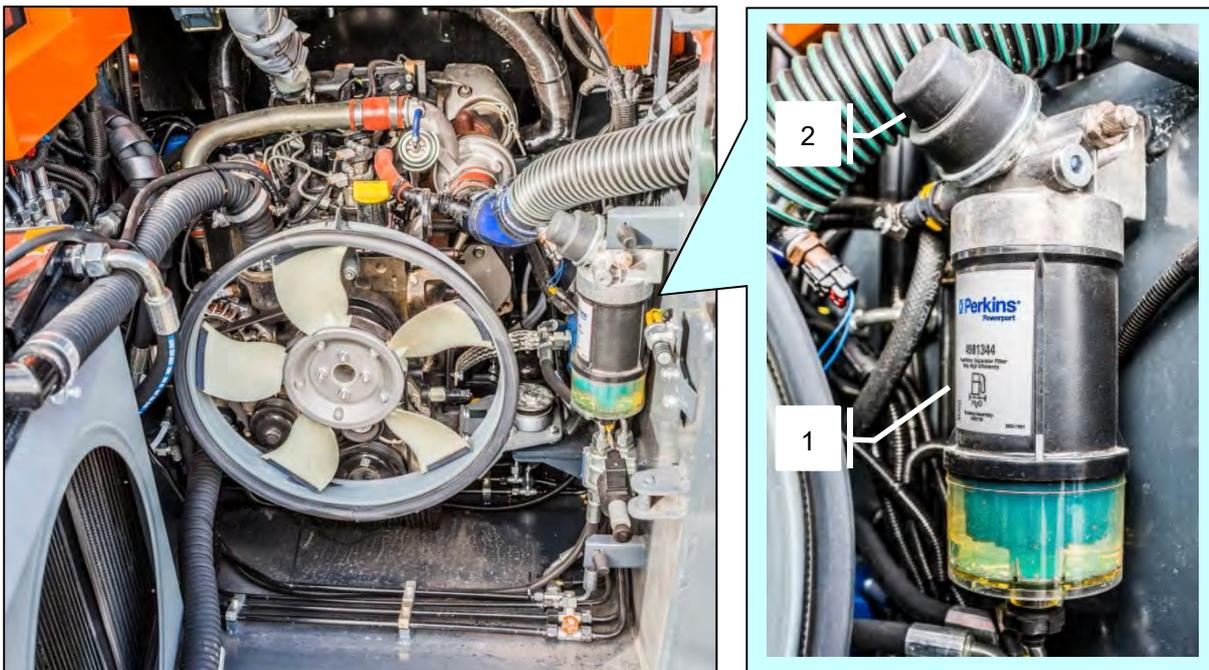

Рис. 13- Фильтры топливные
- когда стрела поднята и не закреплена, запрещается проводить какое-либо техническое обслуживание гидравлической системы или работы по техническому обслуживанию под стрелой. В случае проведения работ по техническому обслуживанию или ремонту необходимо зафиксировать положение поднятой стрелы предохранительным зажимом, который является частью стрелы (см. рис. 13).;